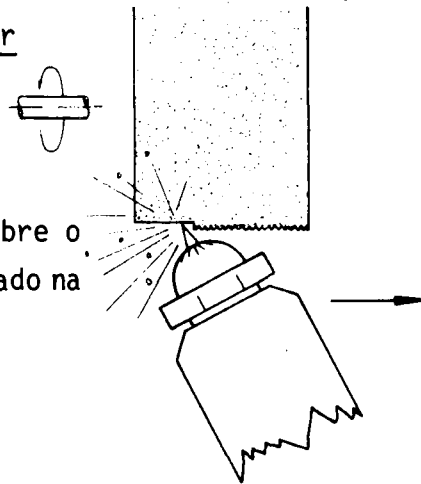

Fig. 4
Em caso de superfícies oblíquas, internas de arestas paralelas, coloque o rebolo no centro das superfícies a retificar (fig. 4).
6º passo - Retifique as superfícies segundo indicações. Fig. 4
- b Dê passes sucessivos com o diamante no rebolo aumentando a penetração até alinhar e limpar completamente a superfície (fig. 4).